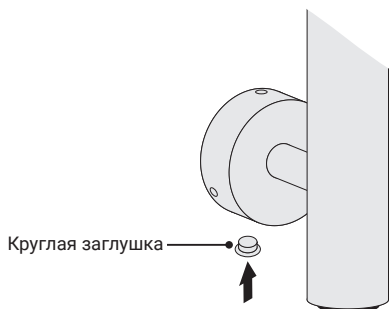

Рис.9
4.2.3. Установить круглую заглушку на нижней стороне коробки скрытого подключения вместо заглушки с отверстием (рис. 9).